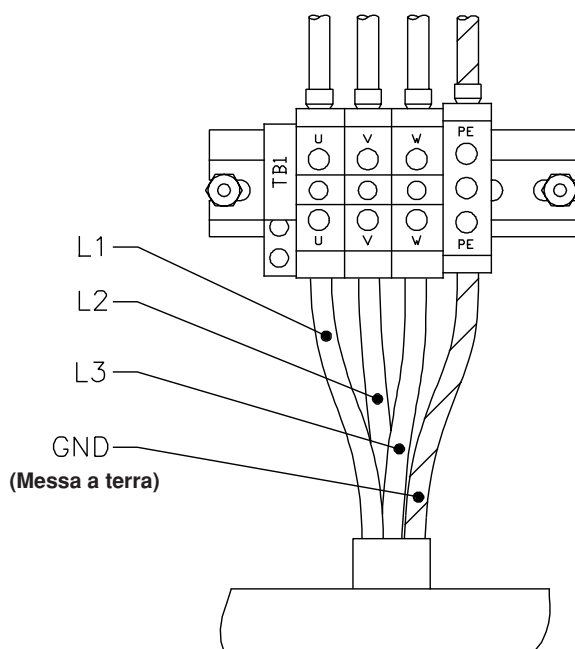

Figura a-3 Collegamenti del cavo di alimentazione su TB1
4. Collegare i cavi L1 al terminale U, L2 al terminale V ed L3 al terminale W di TB1 (Fig. a-3).
5. Collegare il cavo di messa a terra al terminale marcato PE di TB1 (Fig. a-3).